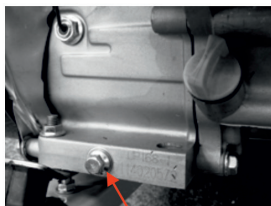

Рис. 17
3. Выкрутите сливной болт (Рис. 17, 18).